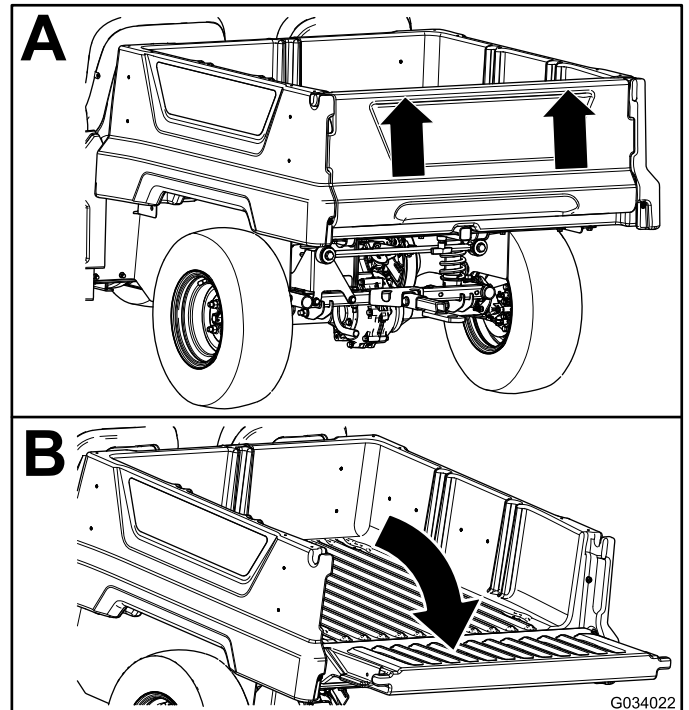

Figura 16
2. Usando ambas manos, levante el portón trasero usando el resalte situado cerca de la parte superior del portón (Figura 16).
3. Baje el portón hasta que quede enrasado con la parte inferior de la plataforma de carga (Figura 16).